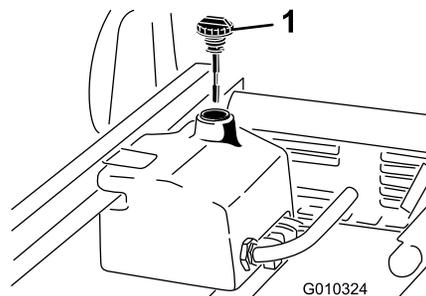

Рисунок 21
- Очистите зону вокруг заливной горловины и крышки гидравлического бака (Рисунок 21).
- Извлеките масломерный щуп (Рисунок 21) из заливной горловины и протрите его чистой ветошью.